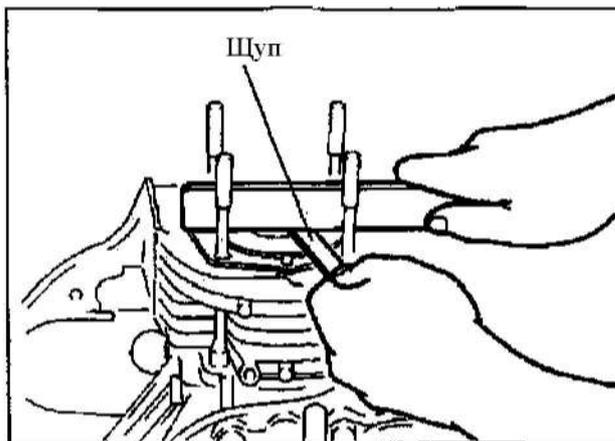

Рис. 56
- (2) Проверить зазор между верхом поршня и верхом цилиндра. (См. Рис. 56.)